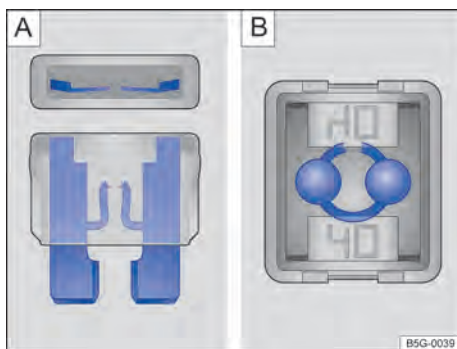

Fig. 189 Fusível queimado.
→ Fig. 189 **A**.
- Um *fusível de bloqueio* (JCASE) queimado é reconhecido pelas faixas metálicas derretidas por cima da carcaça transparente → Fig. 189 **B**.